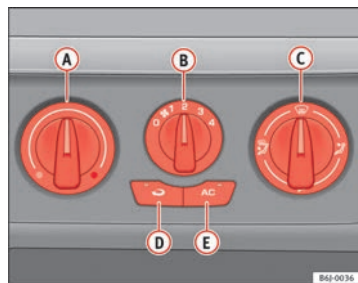

Fig. 105 Comandos do Ar Condicionado no painel de instrumentos
- Com os reguladores ⇒ Fig. 105 (A) e (C) e com o comando (B) é ajustada a temperatura, a distribuição do ar e a velocidade do ventilador.
- Pressione o botão (D) ou (E), para ligar ou desligar a função correspondente. Quando a função estiver activada, acende-se um aviso vermelho no botão.